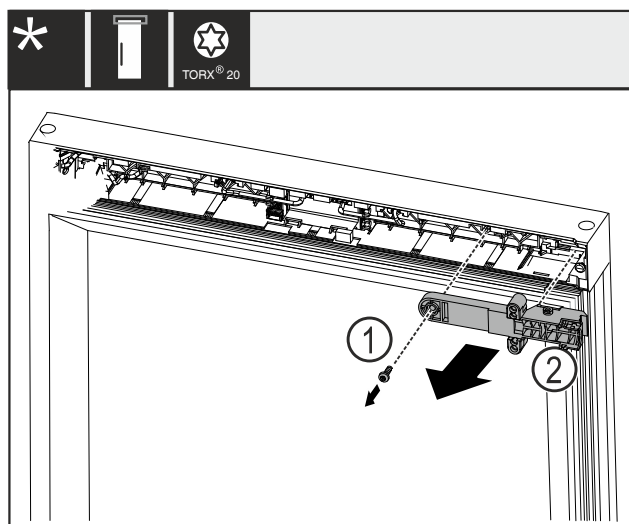

Fig. 12
- Retirer la vis Fig. 12 (1).
- Retirer la pièce de maintien du verrou Fig. 12 (2).